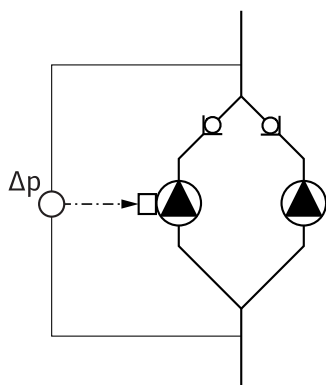

Рис. 13: Пример. Подсоединение дифференциального датчика давления
- В примере на рис. 13 основным насосом является левый по направлению потока насос. К данному насосу подключается дифференциальный датчик давления.
Точки измерения дифференциального датчика давления основного насоса должны находиться в соответствующем коллекторе со стороны всасывания и с напорной стороны двухнасосной установки (рис. 13).